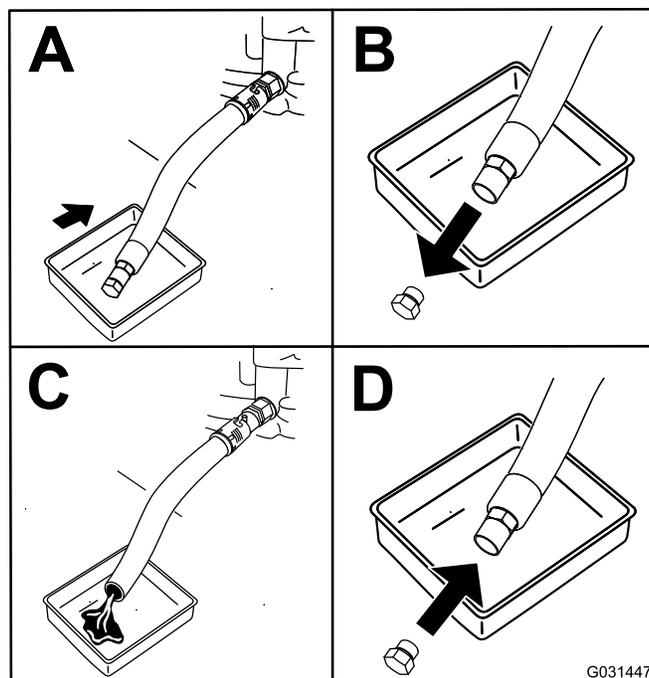

Рисунок 45
4. Замените масло в двигателе, как показано на Рисунок 45.